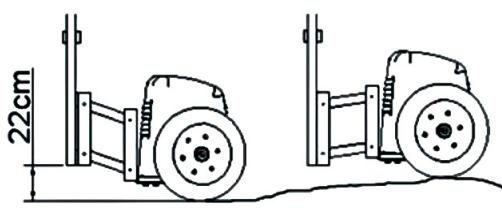

Fig 3
Verifique o desnível do solo com o portão em todo o percurso de abertura. Este desnível não deve ultrapassar 22cm, pois corresponde ao deslocamento máximo do equipamento (fig. 3).
*Verifique el desnivel del suelo con el portón en todo el recorrido de apertura. Este desnivel no debe sobrepasar 22cm, pues corresponde al desplazamiento máximo del equipamiento (fig. 3)*